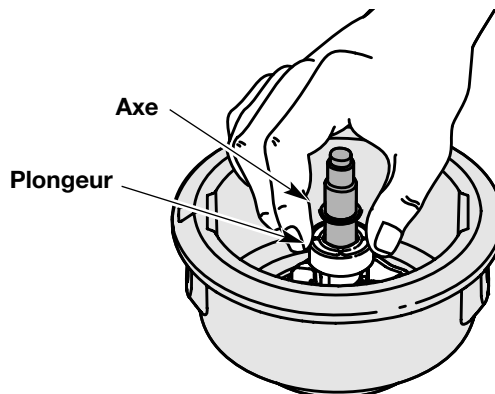

Fig. 18
5. Nettoyez l'axe et la surface intérieure de la bobine extérieure. Pour nettoyer l'axe dissimulé sous le plongeur, appuyez sur celui-ci (Fig. 18). Enlevez toute trace de saleté et de débris de l'axe.